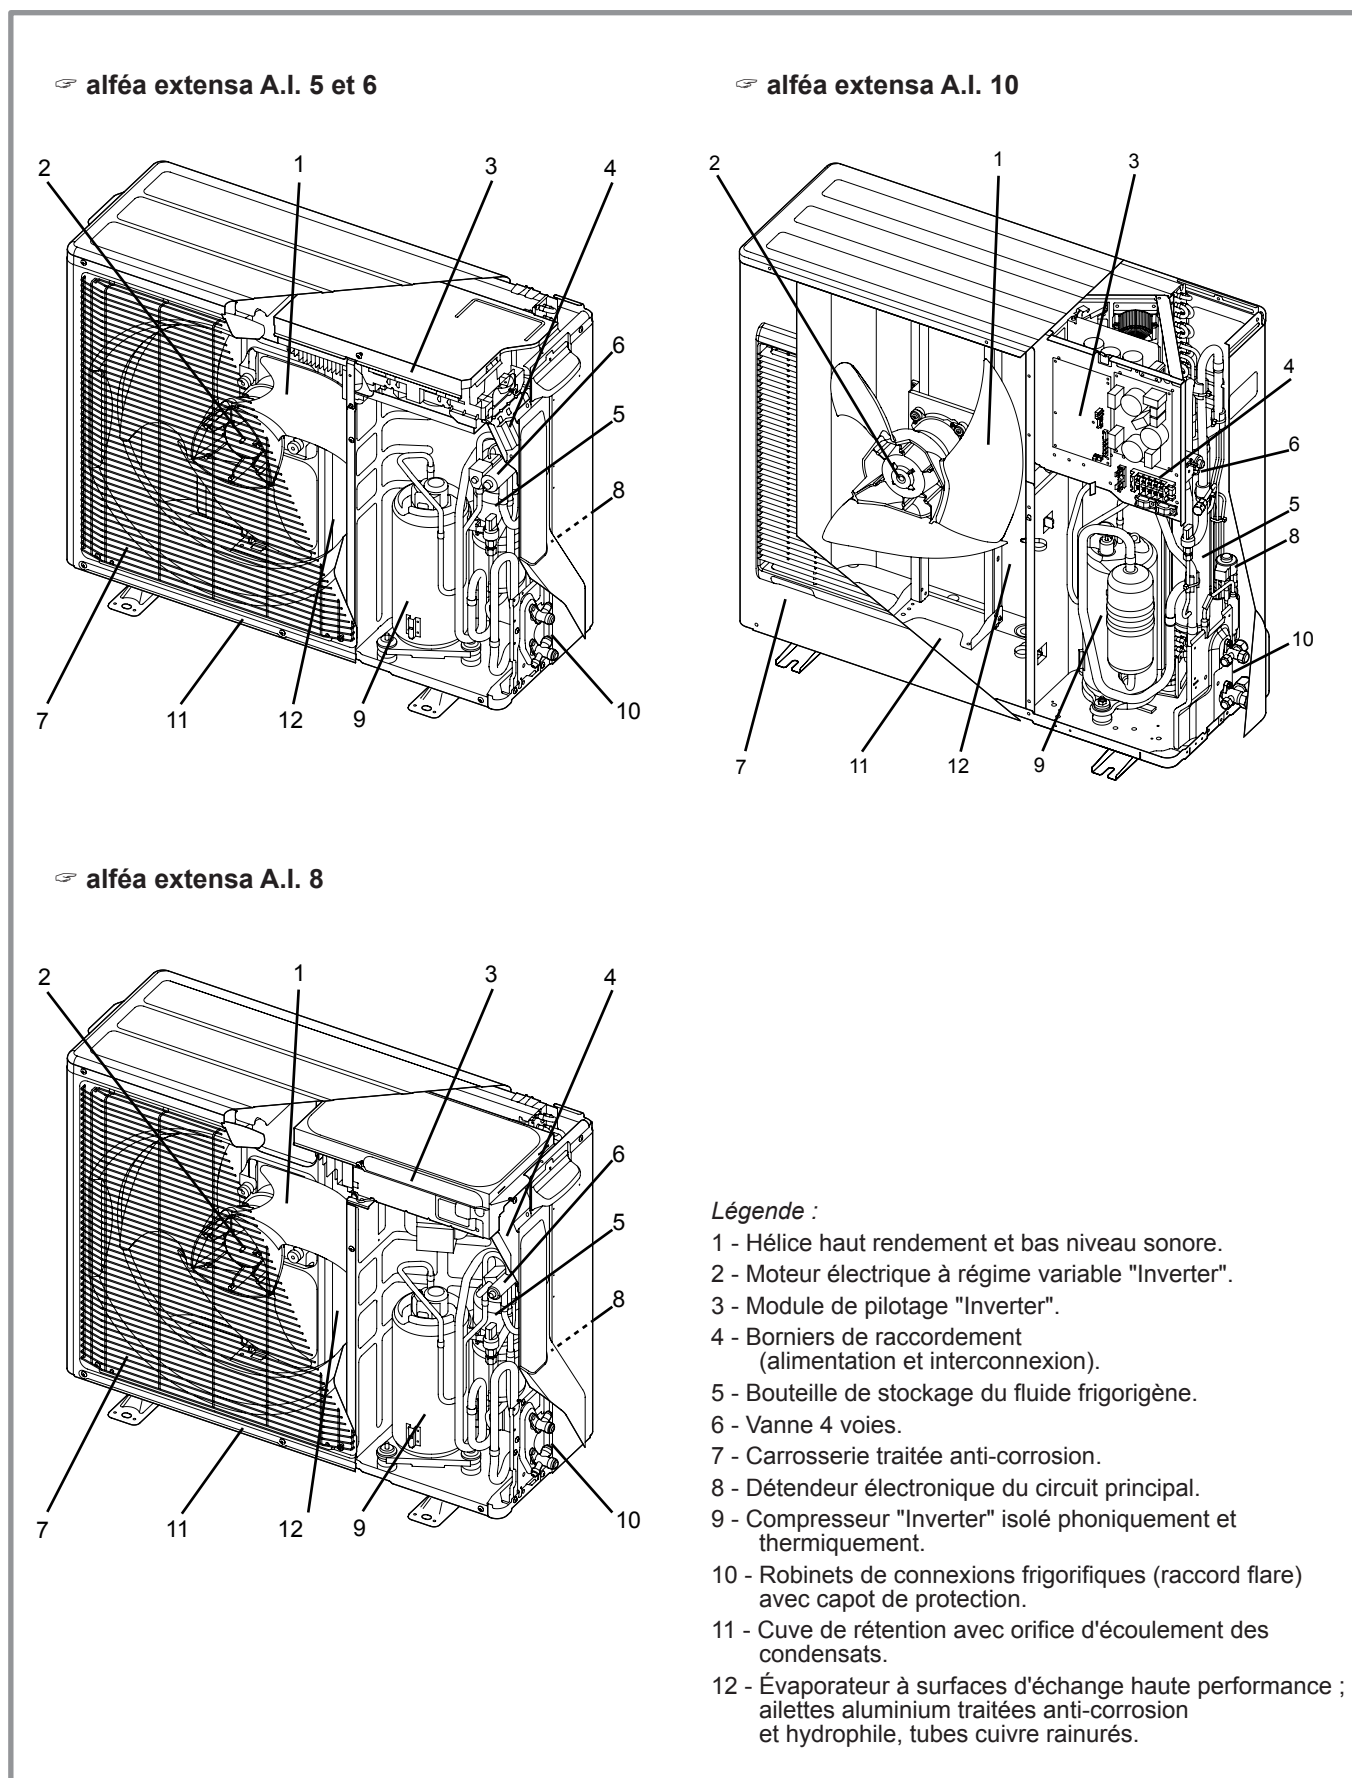

figure 8 - Organes de l'unité extérieure
- Dans l'évaporateur (repère 12, figure 8, page 14) : Les calories sont prélevées sur l'air extérieur et transmises au fluide frigorigène. Son point d'ébullition étant faible, il passe de l'état liquide à l'état de vapeur, même par temps froid (jusqu'à -20°C extérieur).
- Dans le compresseur (repère 9, figure 8, page 14) : Le fluide frigorigène vaporisé est porté à haute pression et se charge davantage en calories.
- Dans le détendeur (repère 8, figure 8, page 14) : Le fluide frigorigène liquéfié est ramené à basse pression et retrouve sa température et sa pression initiale.